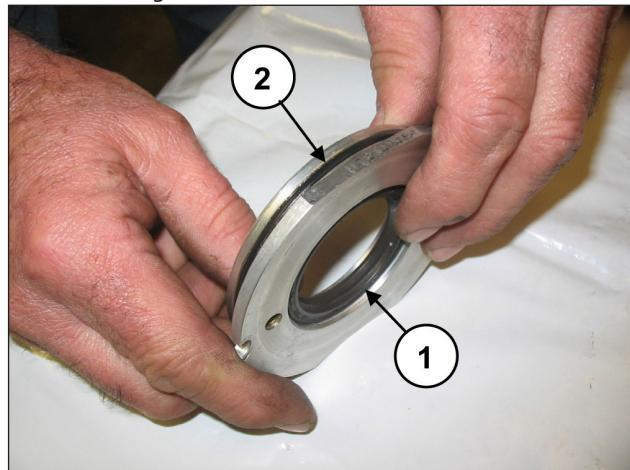

Abb. 120
Ersetzen Sie den Ölabbreifring (Pos. ①, Abb. 120) und den äußeren O-Ring (Pos. ②, Abb. 120).